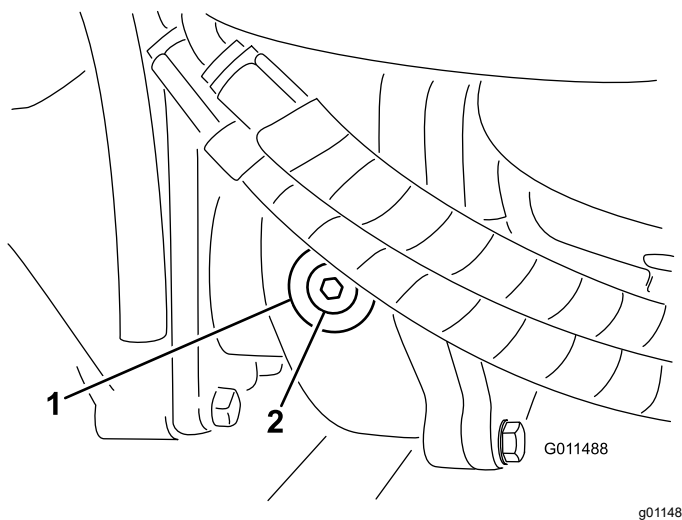

Figura 59
2. Retire o tampão de verificação/enchimento que se encontra na zona esquerda da caixa de engrenagens e certifique-se de que existe lubrificante até ao fundo do orifício (Figura 59).